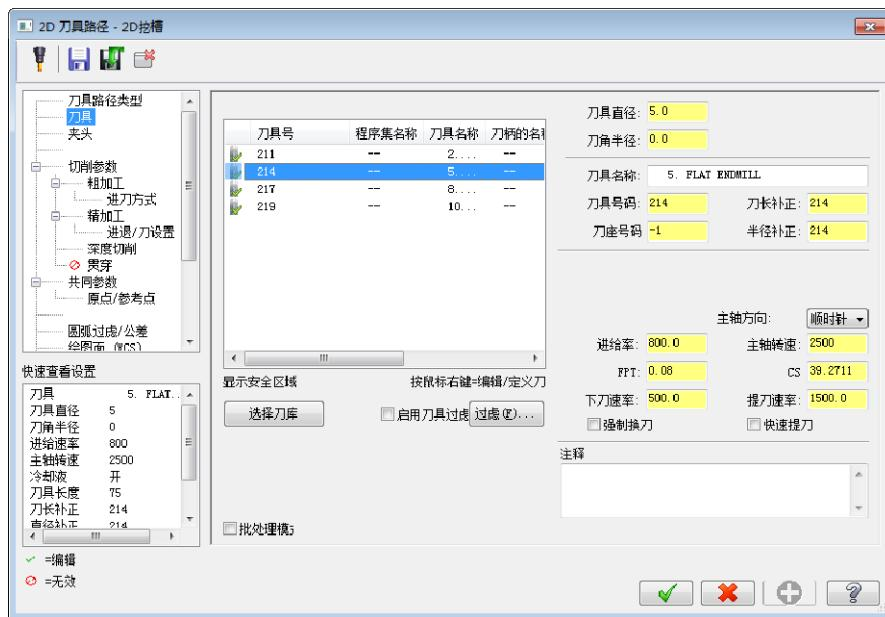

图 12-89 设置刀具路径参数
- 03 设置刀具路径参数。在“2D 刀具路径-2D 挖槽”对话框中选择“刀具”选项，单击  按钮，选择一把直径为 5mm 的平底刀，设置进给率为 800，下刀速率为 500，主轴转速为 2500，提刀速率为 1500，如图 12-89 所示。